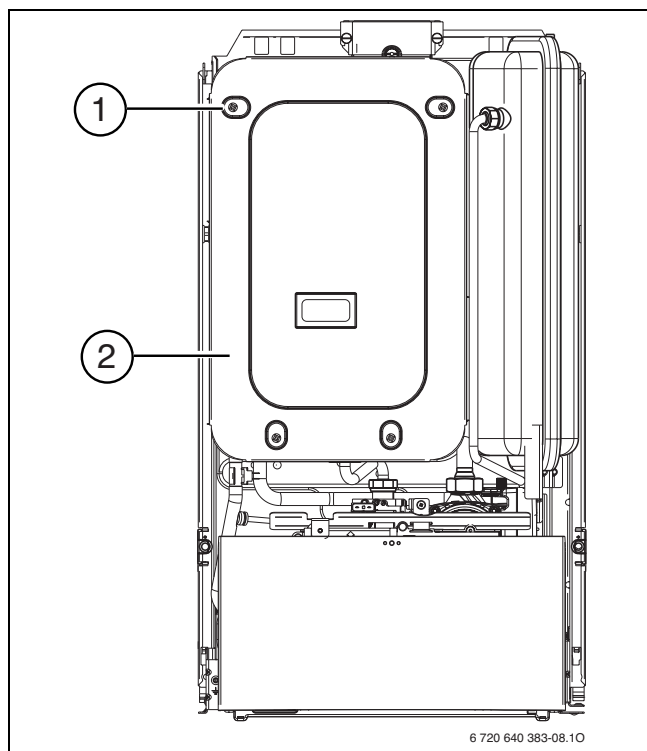

Fig. 51 Åbn luftkassen
- ▶ Fjern de fire skruer (1), og tag luftkassedækslet (2) af (→ fig. 51).